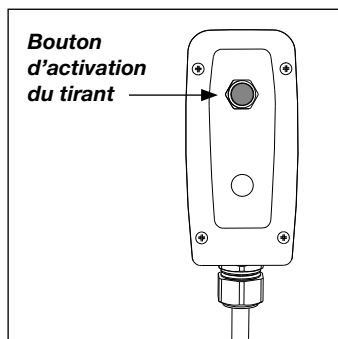

Figure 10, du tirant
5.3 Fonctionnement du tirant (Voir figure 10)